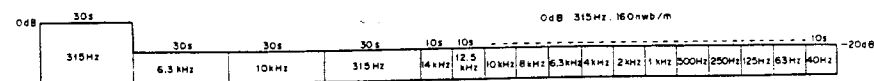

Fig. 9-1 Constantes de la cinta de prueba STD-331B
- STD-331B : Ajustes de reproducción (Consulte la Fig.9-1)